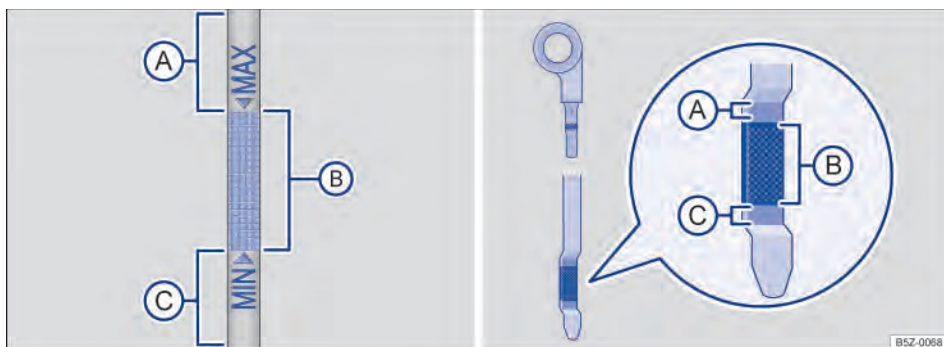
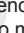

Fig. 129 Varetas de medição do óleo com marcas de nível do óleo do motor.
Fig. 130 No compartimento do motor: tampa da abertura para enchimento de óleo do motor.
4. Identificar a abertura para enchimento de óleo do motor e a vareta de medição do óleo. A abertura para enchimento do óleo do motor é identificada pelo símbolo  na tampa ⇒ Fig. 130 e pela vareta de medição do óleo com a alça colorida. Se não estiver claro onde a tampa e a vareta de medição do óleo se encontram, procurar uma Concessionária Volkswagen ou uma empresa especializada.
5. Retirar a vareta de medição do óleo do tubo-guia e limpar com um pano limpo ⇒ ❶.
7. Retirar novamente a vareta de medição do óleo e ler o nível no óleo do motor na vareta de medição ⇒ Fig. 129 da seguinte maneira:
❶: não completar o óleo ⇒ ❷. Continuar com a etapa 15.
9. Desrosquear a tampa do bocal de enchimento de óleo do motor ⇒ Fig. 130.
13. No final do processo de abastecimento do óleo, o nível do óleo do motor deve estar, ao menos, no meio da área ⇒ Fig. 129 Ⓑ, mas jamais acima da área Ⓐ ⇒ Ⓐ.
- Não ligar o motor se o nível do óleo do motor estiver acima da área ⇒ Fig. 129 Ⓐ. Procurar auxílio técnico especializado. Caso contrário, o catalisador e o motor podem ser danificados!
O nível do óleo do motor não deve em nenhuma hipótese ultrapassar a área ⇒ Fig. 129 Ⓐ. Com o nível acima dessa área, o óleo pode ser aspirado pela ventilação do cárter, sendo lançado na atmosfera pelo sistema de escape. Além disso, o óleo pode ser queimado dentro do catalisador, danificando-o.
Em caso de alta demanda do motor, o nível do óleo do motor deve estar o mais próximo possível da área \Rightarrow Fig. 129  – sem ultrapassar, como, por exemplo, em longas conduções em estrada durante o verão ou durante travessias de montanhas.